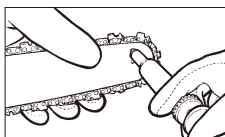

Fig. 20
3. Sätt in fettsprutans (tillval) spets i smörjhålet och spruta in fett till det kommer ut på kedjekranspetsens utsida (Fig. 20).